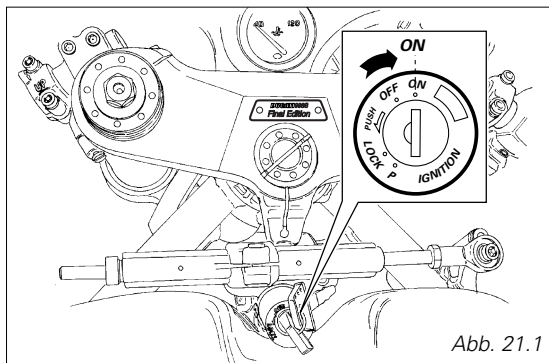

Abb. 21.1
1) Den Zündschalter auf **ON** (Abb. 21.1) drehen und dabei prüfen, ob die grüne Kontrollleuchte **N** und die rote Öldruckkontrollleuchte  auf dem Instrumentenbrett aufleuchten.